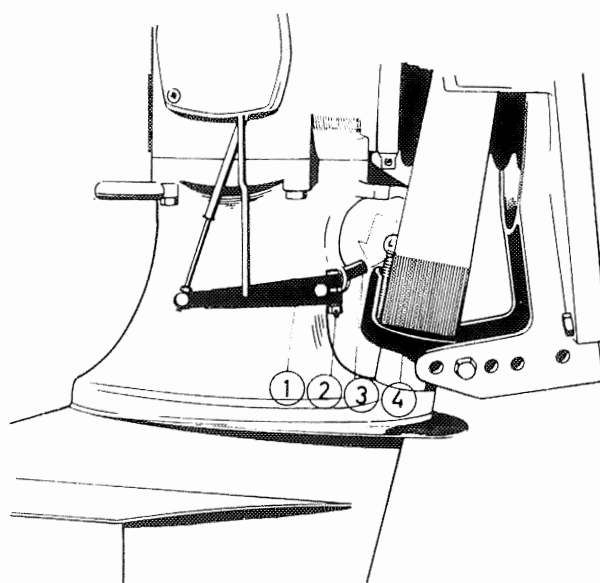

Figure 56 Transmission 100
1. Placez le levier de manœuvre en position de marche arrière. Le jeu entre l'axe 3, figure 56, et le dispositif de verrouillage en marche arrière 4 doit être de 1 mm environ. Réglez en cas de nécessité en pivotant l'axe hexagonal 3.
2. Placez ensuite le levier de manœuvre en position neutre. Déplacez le dispositif de verrouillage en marche arrière 4 vers l'arrière et vérifiez qu'il y a un espace d'environ 0,5 mm (indiqué par la flèche sur la figure 56) entre l'axe 3 et le crochet 4. Pour le réglage, dévissez la vis de serrage 2 du levier de manœuvre 1 et tournez ensuite l'arbre et l'axe 3.